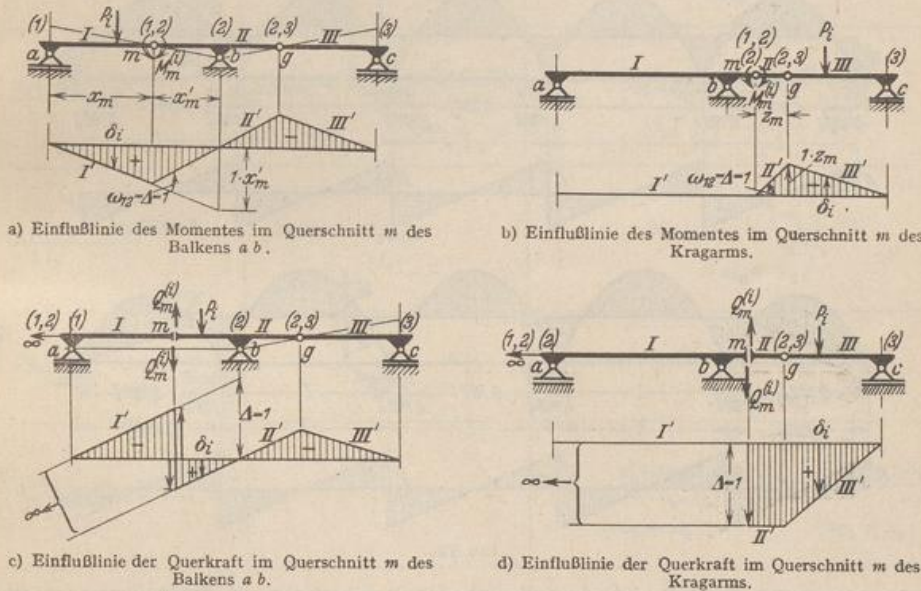

Abb. 77. Kinematische Darstellung der Einflußlinien eines Auslegeträgers.
**Einflußlinien und Grenzwerte.** Die ungünstigsten Laststellungen zur Bildung der Grenzwerte der Stütz- und Schnittkräfte ergeben sich aus den Einflußlinien. Diese werden am einfachsten in Anlehnung an diejenigen des einfachen Trägers als Funktion der Einflußgröße aufgetragen. Sie lassen sich nach S. 49 auch kinematisch angeben (Abb. 77).